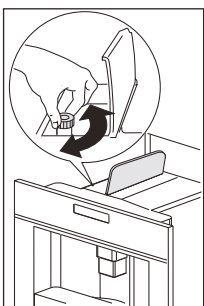

Fig. 21
- Se for usada mais do que uma medida de café pré-moído e o funil entupir, empurre para baixo o café com uma faca (Fig. 21). Em seguida, retire e limpe a unidade de preparação e a máquina, como descrito na secção „Limpar a unidade de preparação“